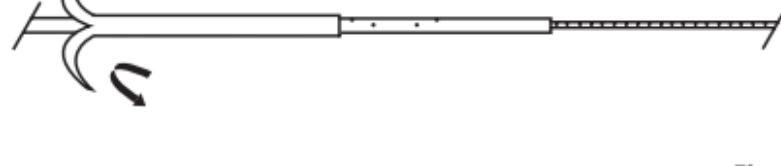

Fig. 3
- c) Depois do avanço inicial do cateter sobre o fio guia, puxe o rectificador para trás e remova-o para avançar o cateter. (**Fig. 3**)